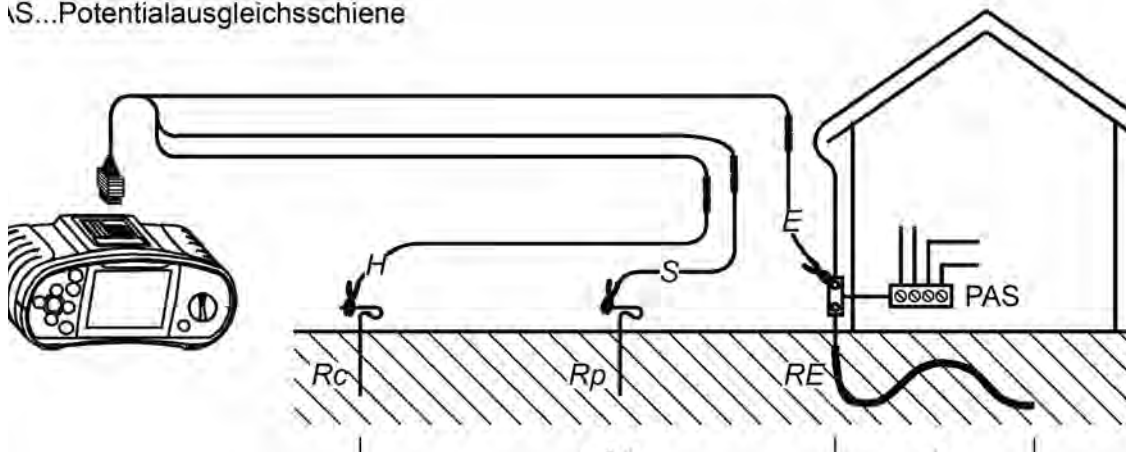

Abb. 5.45: Messung mit dem Erdungsset – 20 m
- Die Sonde (S) liegt zwischen der Hilfserdersonde (H) und Erdersonde (E), in der sogenannten Referenzebene (siehe Abb. 5.45).
- Der Abstand zwischen der Erdersonde (E) und der Hilfserdersonde (H) soll mindestens 5-mal grösser sein als die Tiefe oder Länge der Erderelektrode (siehe Abb. 5.45).
Schritt 3 Befolgen Sie zur Durchführung der Erdungsmessung den Anschlussplan in Abb. 5.45. Benutzen Sie bei Bedarf die **Hilfe**-Funktion (Messleitungen: H = schwarz, S = grün, E = blau)